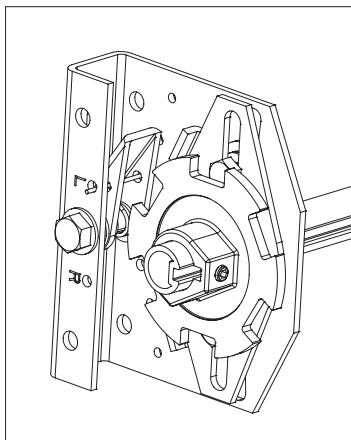

Рис.26.8
- необходимо временно заблокировать защелку, установив фиксирующий штырь (рис.26.8).